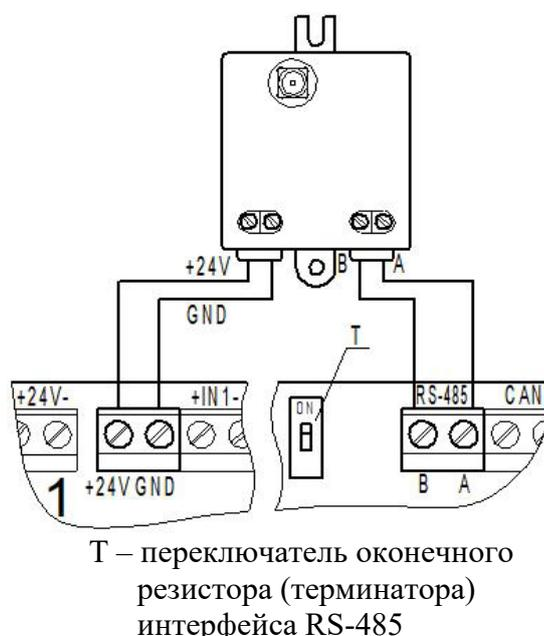

Рисунок 5 - Подключение RS-485
- ❗ **ВАЖНО!** Если ППК является оконечным в линии интерфейса RS-485, необходимо установить переключатель оконечного резистора (терминатора) интерфейса RS-485 в положение «ON» (см. рис.5).